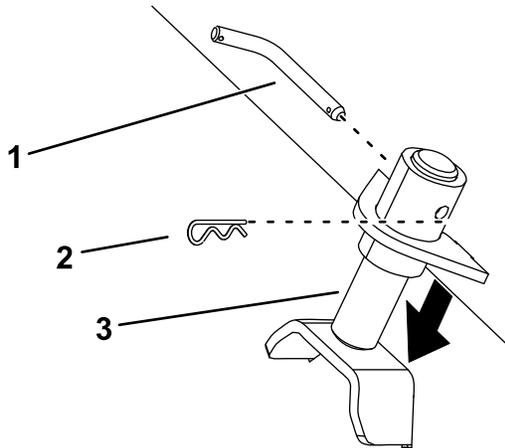

Figure 5
4. Retirez la goupille fendue et l'axe, et baissez le capot le long de l'arbre jusqu'au trou inférieur suivant (Figure 5).